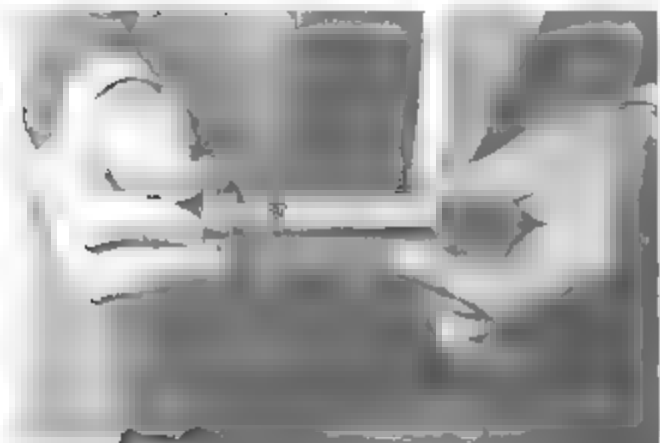

Fig 42
5) Prendere la testa di chiusura ed infilarla nell'otturatore avendo cura che il foro sul suo gambo collimi con l'asola dell'otturatore stesso (fig. 42).
5) Slide the locking head into the bolt, making sure that the hole on its stem coincides with the slot on the bolt (fig. 42).
5) Prendre la tête de fermeture et l'enfiler sur l'obturateur en veillant à ce que l'orifice sur sa tige soit parfaitement aligné avec la cavité de l'obturateur (fig. 42).